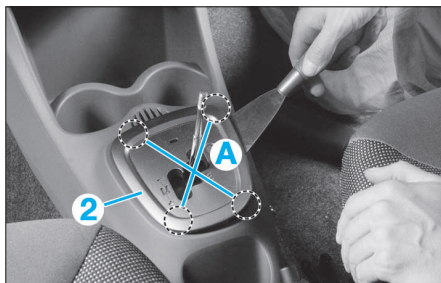

FIG. 32
- A l'aide d'une spatule, décliper avec précaution le cerclage de levier (2) (Fig.32) aux endroits indiqués (A).